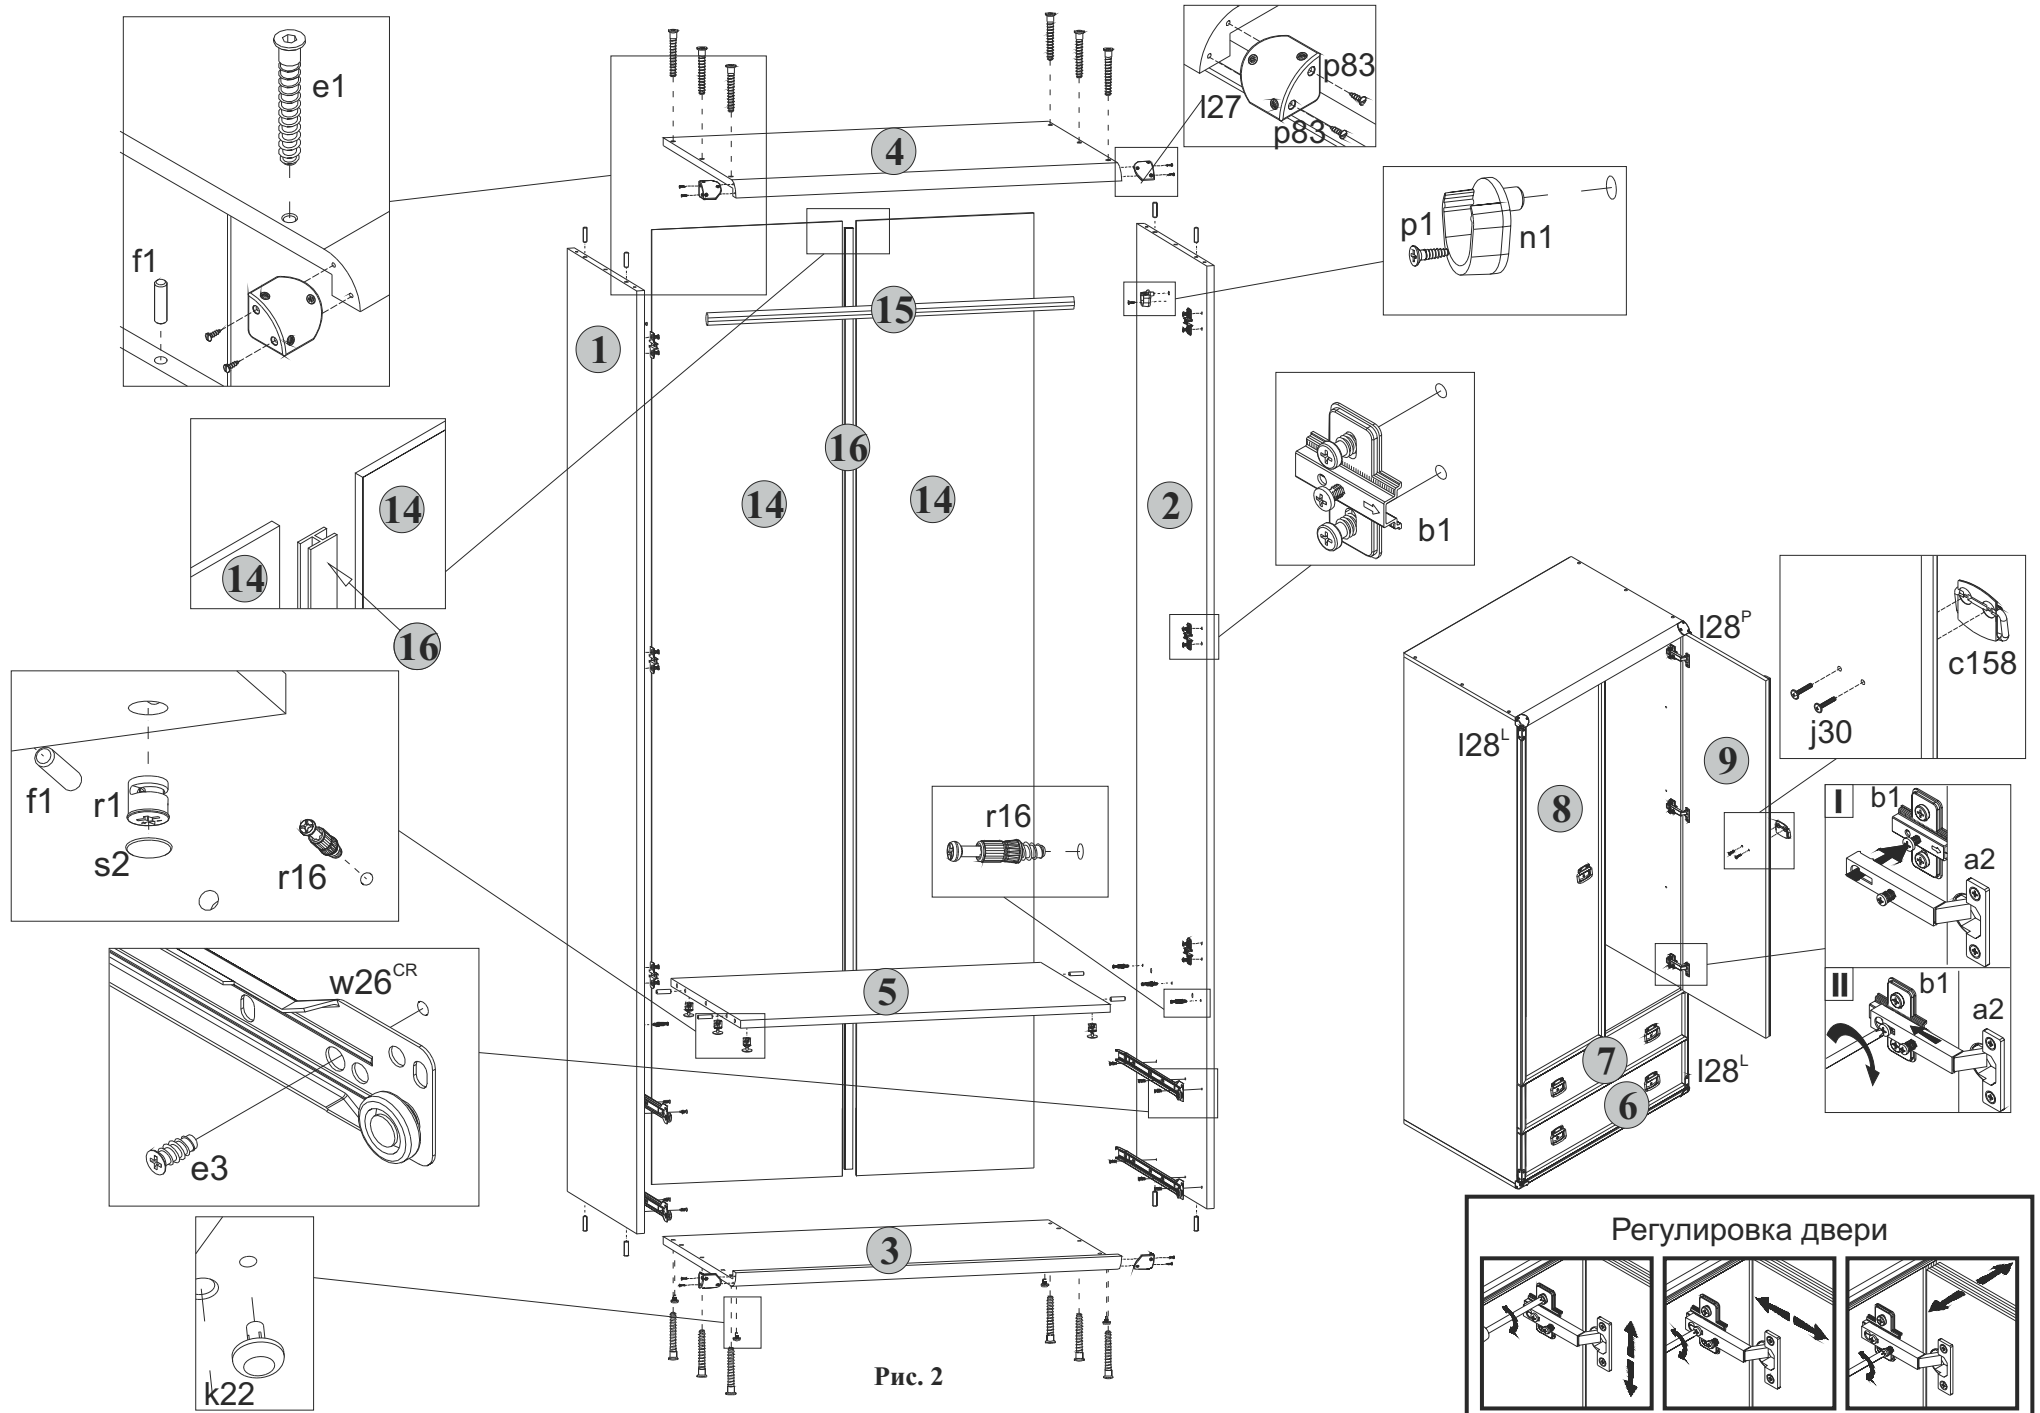

Рис. 2
- 5.10 К стенкам боковым **1** и **2** присоединить щиты нижний **3** и верхний **4** и стянуть еврошурупами **e1**, пользуясь специальным ключом **z1** из комплекта фурнитуры (**см.рис. 2**).
- 5.26 Положить двери **8** и **9** фасадной поверхностью вниз на ровную поверхность. Закрепить на дверях петли шарнирные **a2**, пользуясь крестообразной отверткой (**см.рис.2**).
- 5.27 Навесить двери на корпус шкафа, совместив петли шарнирные **a2** с направляющими петель **b1** (**см.рис.2**). При необходимости отрегулировать положение дверей вращая регулировочные винты, как показано на **рисунке 2**.
кромках полки соединительной **5** вбить деревянные шканты **f1** (см.рис. 2).
5.5 В отверстия диаметром **5 мм** над направляющими роликовыми **w26CL** и **w26CR** на внутренних поверхностях стенок боковых **1** и **2** вкрутить винты стяжки **r16**, пользуясь крестообразной отверткой (см.рис. 2).
5.7 На нижней поверхности полки соединительной **5** в отверстия диаметром **15 мм** вставить стяжки эксцентриковые **r1** (см.рис. 2).
5.8 В отверстия диаметром **5 мм** на нижней поверхности щита нижнего **3** вставить опоры полимерные **k22** (подпятники) (см.рис. 2).